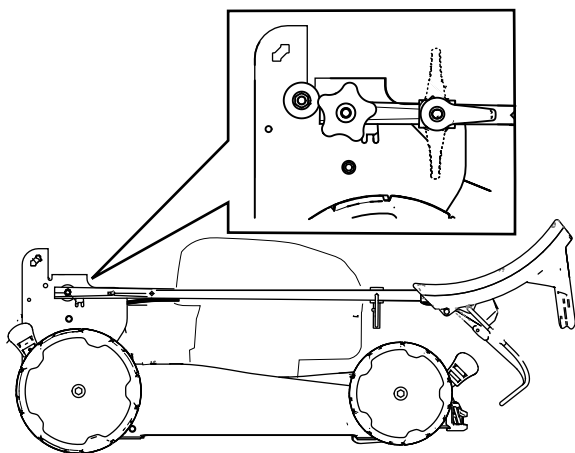

Figure 24
4. Rabattez le guidon complètement en avant, comme montré à la Figure 24.